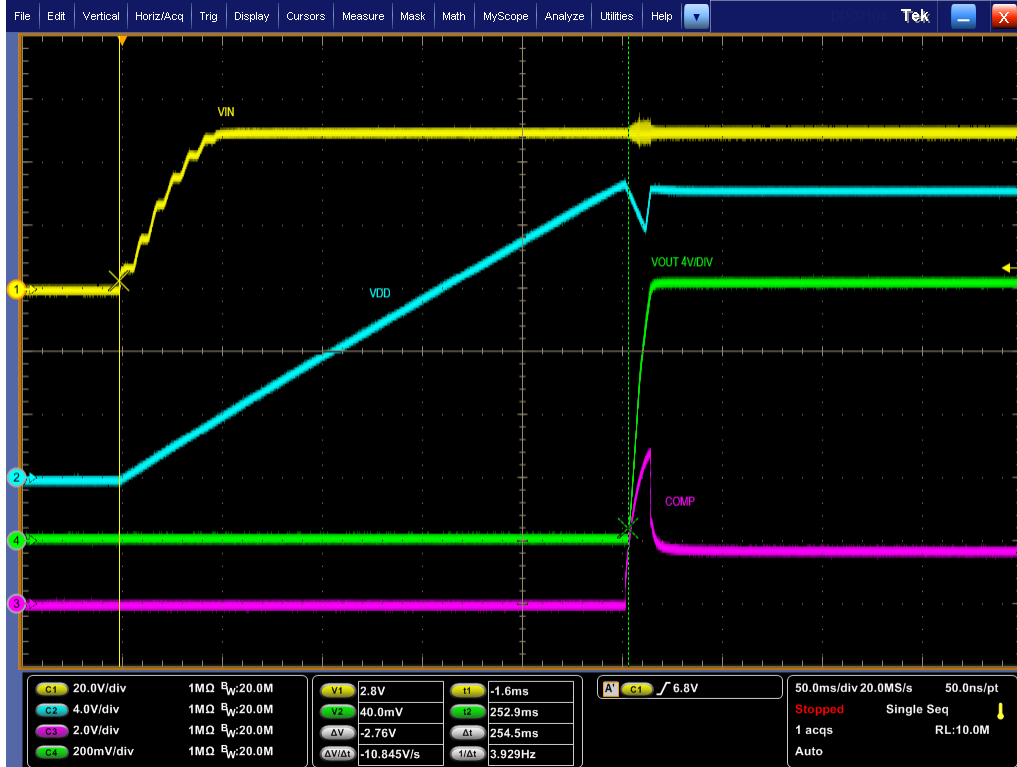

图 5-7. 启动 1 : VIN = 50V , 负载 = 0.25A
11. 将 VIN 增加至 800V。在 800V 和 0.25A 负载[和 2.7A 负载]下, 您的结果应该与图 5-7 [和图 5-8] 类似。如果在 800V 下, 您的结果与图 5-7 和图 5-8 相同, 表明 EVM 完全正常运行, 您可以继续执行其他测试。